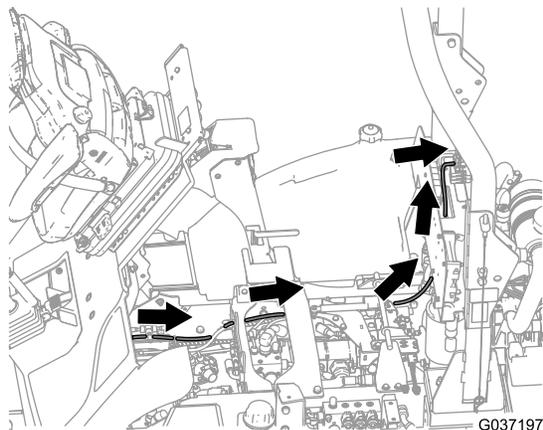

Figura 32
- Dirija el cable alrededor del pivote de la plataforma y de vuelta hasta el área de la caja de fusibles (Figura 32).